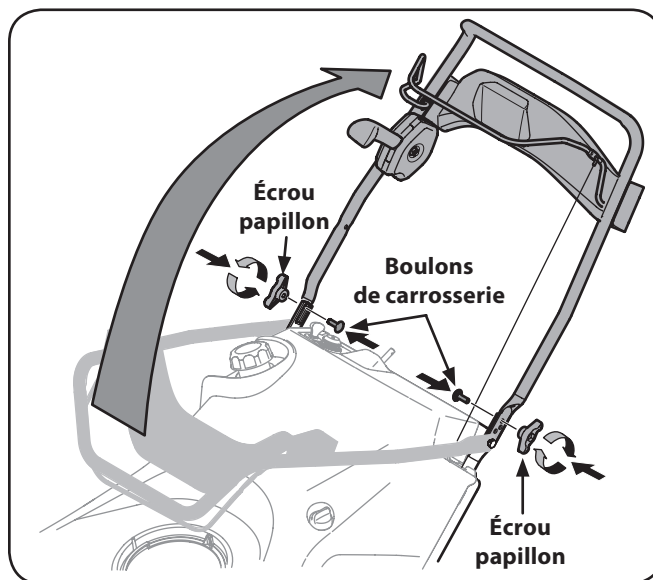

Figure 3-2
2. Faites pivoter la poignée supérieure à la position de fonctionnement. Assurez-vous de ne pas pincer les câbles. Voir Figure 3-2.
3. Pour les modèles 221 HP, remplacez la quincaillerie retirée à l'étape 2 et serrez-la pour fixer la poignée. Voir Figure 3-2. Pour les modèles 221 LHP, passez à l'étape 4.